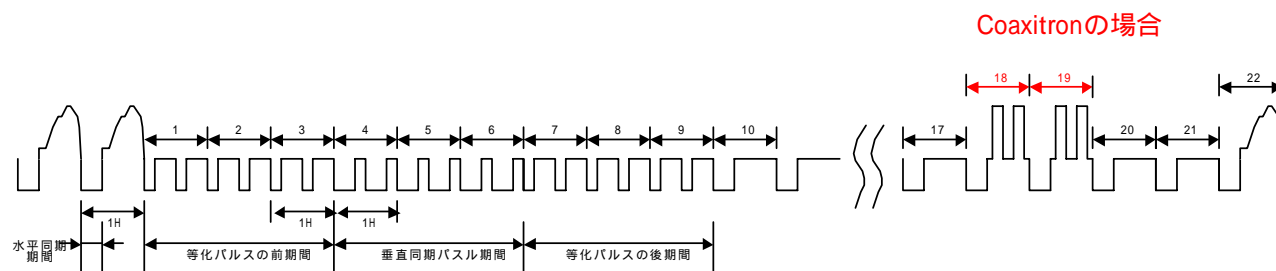

図 2 : 同軸多重伝送 UTC の一例
■ 応用回路図 2 (2系統ドライブ回路)
ビデオ信号に影響しないように、図 2 のように垂直帰線期間にコントロールパルス信号を重畳します。